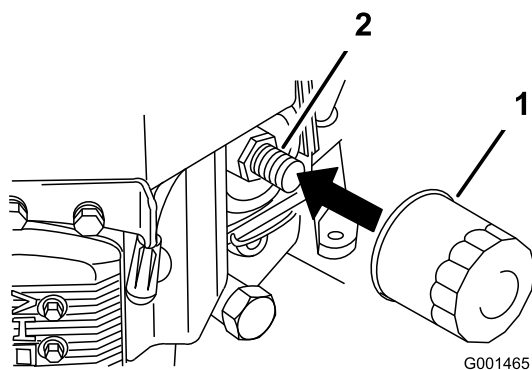

Figure 25
2. Retirez le filtre usagé (Figure 25).
3. Appliquez une fine couche d'huile neuve sur le joint en caoutchouc du filtre de rechange (Figure 25).
4. Posez le filtre à huile de rechange sur l'adaptateur, tournez le filtre dans le sens horaire jusqu'à ce que le joint en caoutchouc touche l'adaptateur, puis serrez le filtre de 3/4 de tour supplémentaire (Figure 25).